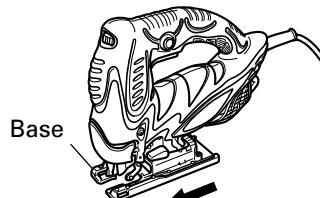

Fig. 11
- Mueva la base completamente hacia adelante (Fig. 11), y vuelva a apretar el perno de la base.